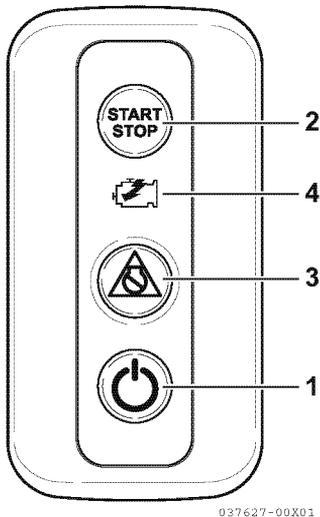

Abbildung 8
4. Den Hauptschalter auf dem Schaltfeld der gewählten Station drücken (1, **Abbildung 8**).
9. Den START/STOP-Schalter (2, **Abbildung 8**) drücken und den Anlasser einschalten.